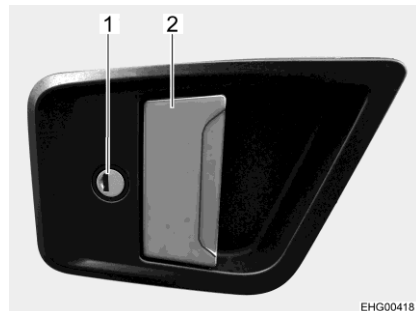
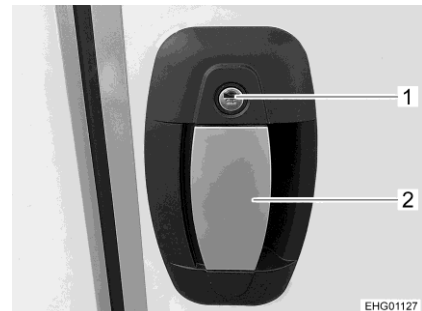

Bild 54 Türschloss (Eingangstür außen)
Bild 55 Türschloss, Variante (Eingangstür außen)
- Schlüssel in Schließzylinder (Bild 54,1 oder Bild 55,1) stecken und drehen, bis das Türschloss entriegelt ist.
- Am Türgriff (Bild 54,2 oder Bild 55,2) ziehen. Die Tür ist geöffnet.
- Schlüssel in Schließzylinder (Bild 54,1 oder Bild 55,1) stecken und drehen, bis das Türschloss verriegelt ist.